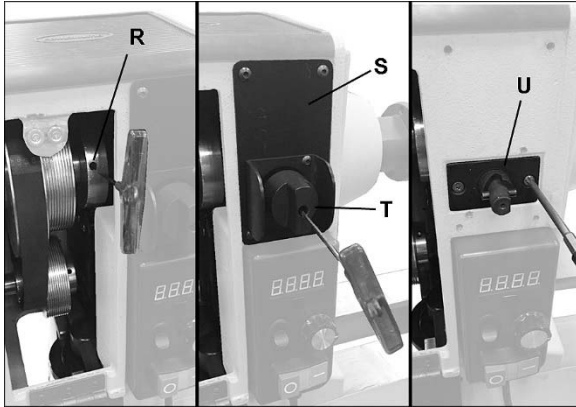
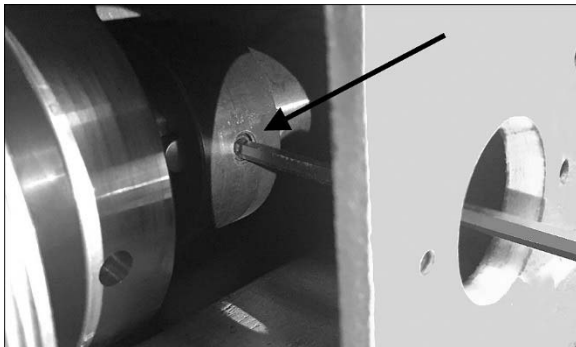

Figure 8-10 : bagues de verrouillage de broche et du capteur
Figure 8-11 : desserrer la bague de verrouillage de la broche
6. Desserrer les deux vis de calage de bague du capteur (R, Figure 8-10).
7. Retirer la plaque (S, Figure 8-10) et l'interrupteur de blocage de la broche (T, Figure 8-10). Enlever la plaque intérieure (U, Figure 8-10) et insérer la clé hexagonale dans le trou pour desserrer la vis de calage dans la bague de verrouillage de la broche (Figure 8-11).
13. Réinstaller les plaques et l'interrupteur de blocage de la broche (Figure 8-10).